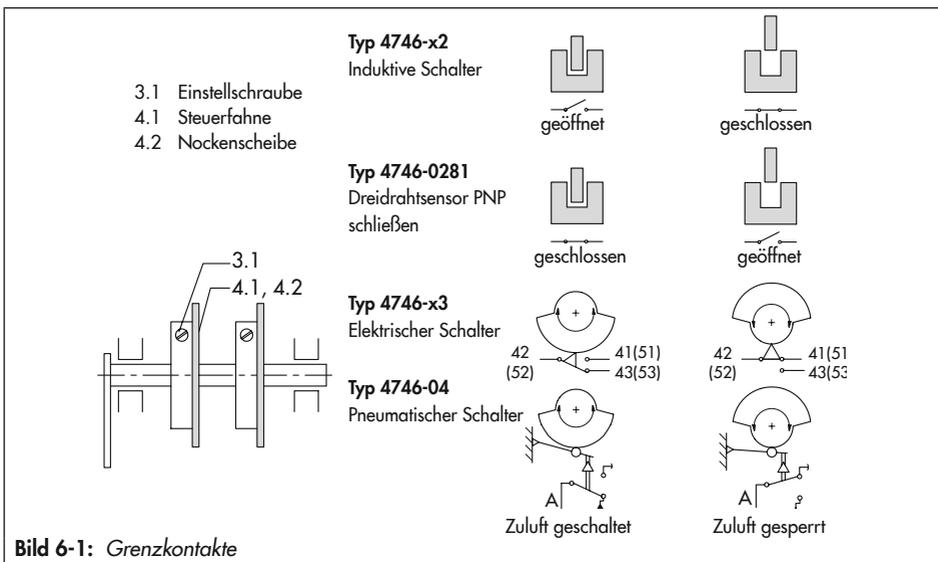

Bild 6-1: Grenzkontakte
- Ventil in Schaltposition fahren und Einstellschraube (3.1, Bild 6-1) drehen, bis die Steuerfahne (4.1, Bild 6-1) den Schaltpunkt erreicht.